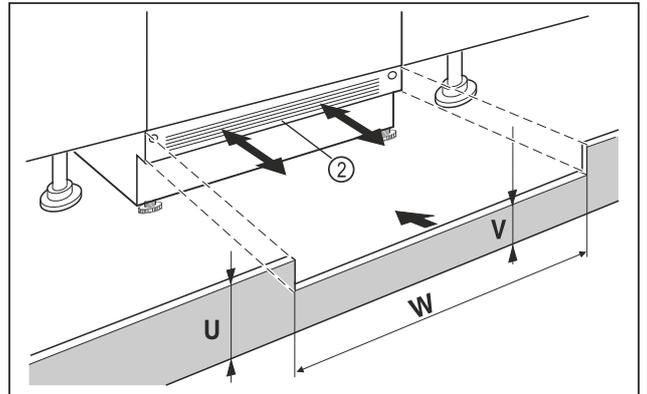

Fig. 89 Beispielhafte Darstellung
- ▶ Gerätesockelblende Fig. 89 (2) aufsetzen aber noch nicht fixieren.
- ▶ Bei sichtbarer Sockelblende Fig. 89 (2), diese so weit nach vorn ziehen, dass Vorderkante Lüftungsgitter und Möbelsockelblende eine Ebene bilden.
- ▶ Bei verdeckter Sockelblende Fig. 89 (2), diese ganz nach hinten schieben.
- ▶ Auf komplett freie Lüftungsschlitze achten: Bei Bedarf Höhe der Möbelsockelblende Fig. 89 (U) zuschneiden!
- ▷ Entlang der Nischenbreite Fig. 89 (W) die Steghöhe Fig. 89 (V) unter der Gerätesockelblende Fig. 89 (2) einpassen.